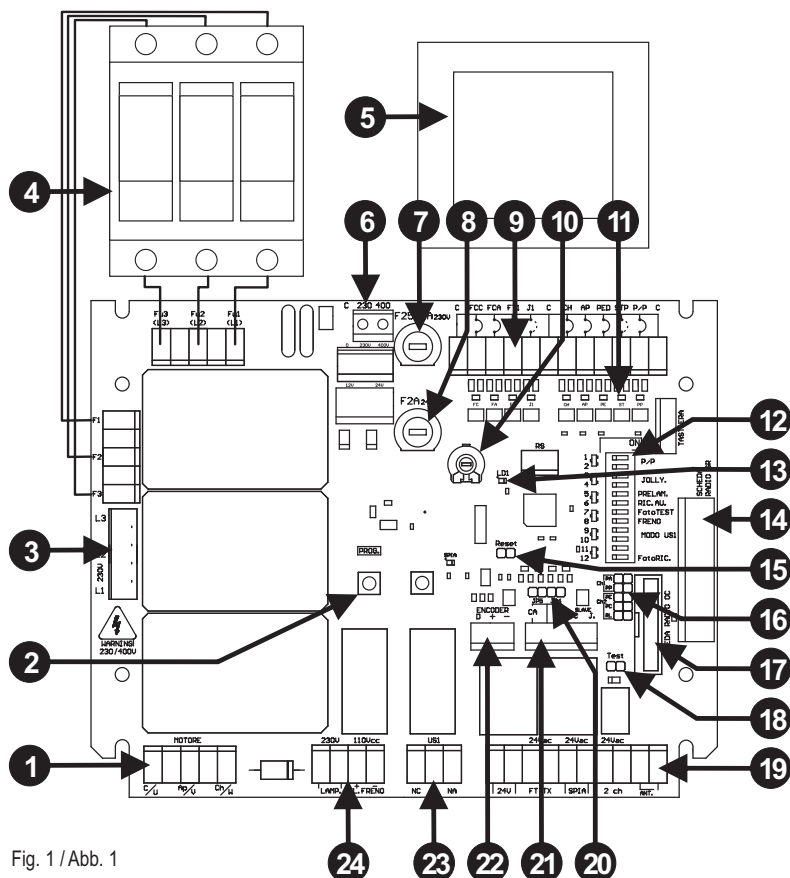

Fig. 1 / Abb. 1
- 3,4,5) Steuerung speisen, indem man mindestens 3 Sek. auf Taste PROG./STOP drückt (Det. 6 in Abb. 1) Die LED L1 Programmierung leuchtet auf. Dieselbe Funktion kann ausgeführt werden, indem Taste PROG. / STOP gedrückt gehalten und die Pin Reset (Det. 15 in Abb. 1) einen Augenblick kurzgeschlossen werden; Taste PROG. / STOP loslassen, sobald die LED L1 aufleuchtet.
Die beschriebenen Optionen können mit dem Dip-Switch der Funktionen (Det. 11 in Abb. 1) ausgewählt werden.
- 2) Ein Reset durchführen, dazu die Versorgung der Steuerung trennen und wieder herstellen oder die Pin RESET (Det. 15 auf Abb. 1) einen Moment lang kurzschließen. Die Taste PROG./STOP muss noch gedrückt sein.
- Als de fototest geactiveerd is en de besturingskast in stand-by staat krijgen de zenders van de fotocellen geen stroom toegevoerd en is de ingang FT1 open (led uit). In deze toestand kan de werking van de fotocellen eveneens gecontroleerd worden door de test jumper (det. 18 fig. 1) kort te sluiten.
GEBRUIK ONTVANGER OC2 (deel 17 op afb. 1)